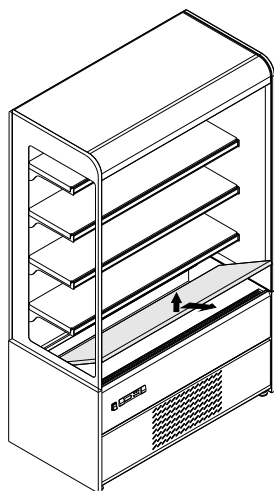

Fig.19
- Extraire le plateau du plan d'exposition (voir Fig. 19)